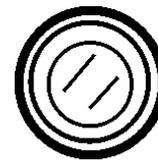

Figure 18. Commutateur bouton-poussoir de démarrage
4. Appuyer sur le bouton-poussoir de démarrage de la génératrice (Figure 18), et écouter le moteur démarrer.